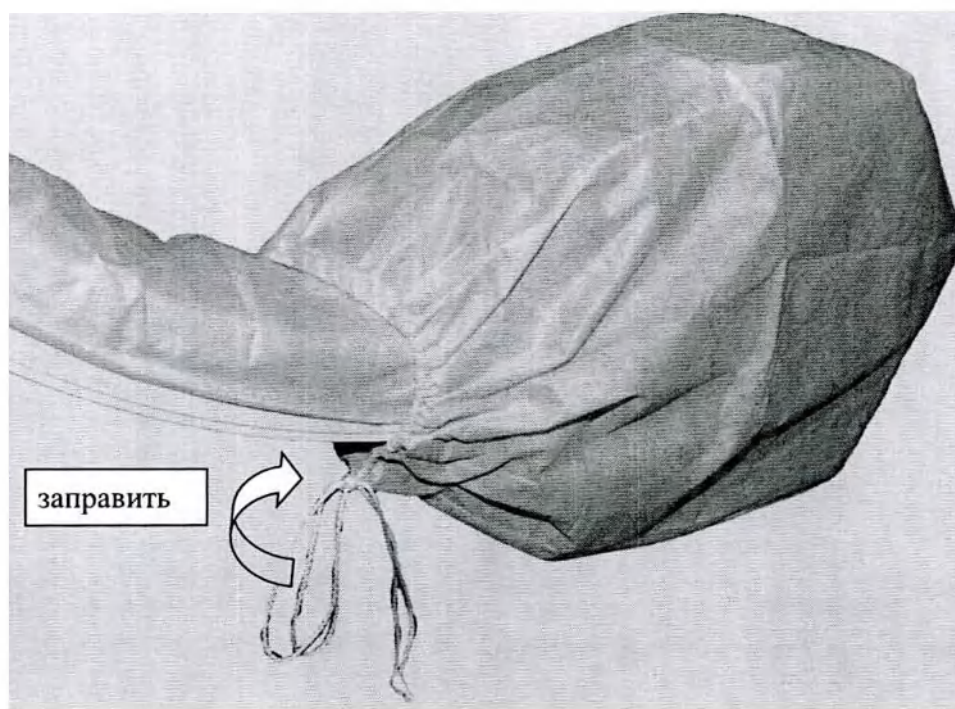

Рисунок 7.11
4. Концы шнура заправьте внутрь чехла (см. Рисунок 7.11). Убедитесь в том, что между чехлом С-дуги и чехлом блока излучателя нет незакрытых участков.